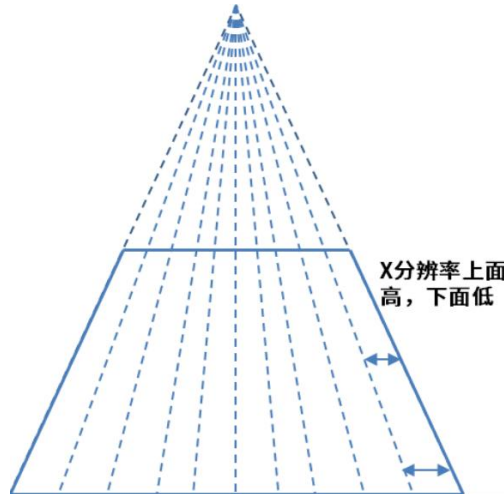

图 2.2 X 方向分辨率示例图
- **X 方向分辨率：**沿激光线方向相邻测量点之间的水平间距。由于视场呈梯形扩展，近端分辨率高于远端，因此在近端可实现更高的横向测量精度。如图 2.2 所示。